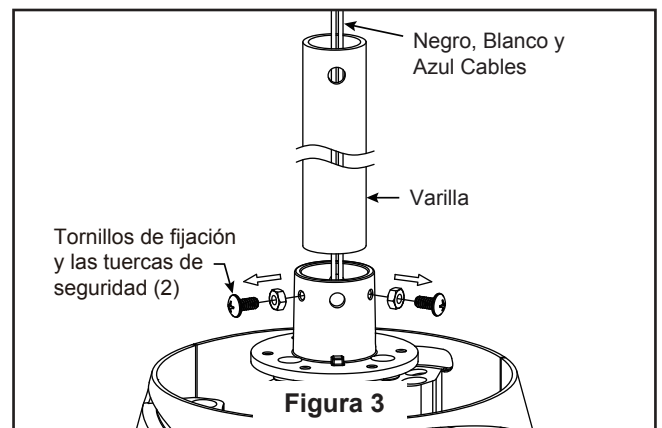

Figura 3
Uso del soporte (Figura 3)
3. Afloje los dos tornillos de fijación del soporte del barral de soporte para techo a través de la varilla. Introduzca los cables de color negro, blanco y azul a través de la varilla. (Figura 3)